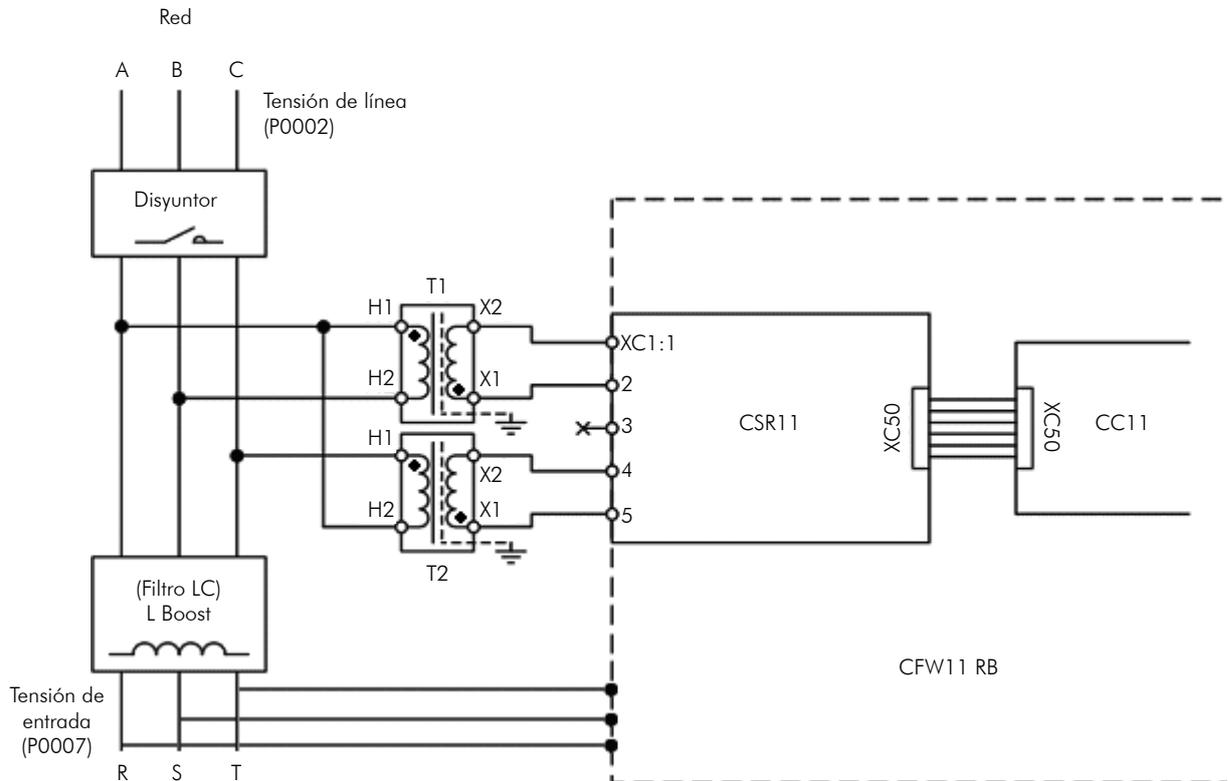

Figura 3.1: Esquema de conexión del sincronismo
1. La tensión de línea (indicada en P0002) es la tensión medida a través de la tarjeta de sincronismo (CSR11) antes del filtro de entrada (Consulte la Figura 3.1 en la página 3-1).